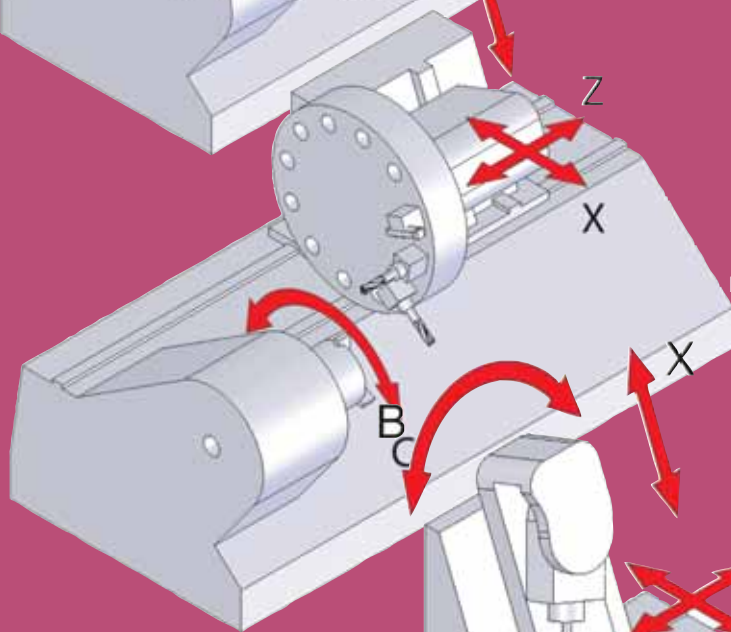

Рис. 8
- 4-осевой токарно-фрезерный станок (тип XYZC) (рис. 8);